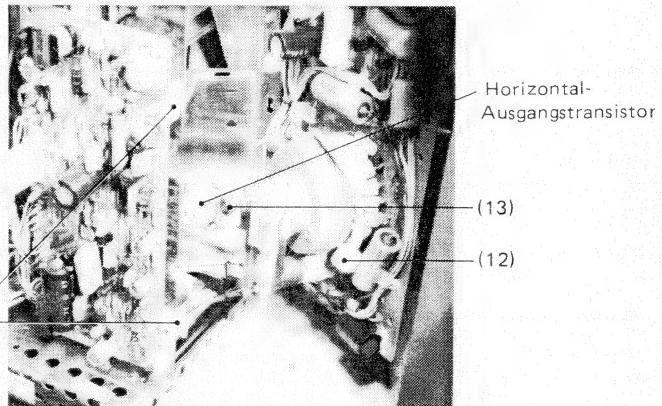

Abb. 6-11
- (1) Den Hochspannungsstecker (12) von der Hochspannungsteilunterseite trennen. (Abb. 6-11).
- (2) Die Schraube (13), die den Rücklauftransformator an den Rahmen des Hochspannungsteils hält, lösen (Abb. 6-11).
- (3) Die beiden weißen Halteklinken (14) an der Horizontalendstufe-Leiterplatte (PCB-H OUT) lockern und öffnen.
- Hinweis: Vergessen Sie beim Zusammenbau nicht, den Hochspannungsstecker (12) am Rücklauftransformator anzuschließen und die Schraube (13) hineinzudrehen.
- (4) Die aus dem Hochspannungsteil (HV-BLOCK) herausragenden Basis- und Emitteranschlüsse des Horizontal-Ausgangstransistors (H-OUT) ablöten.